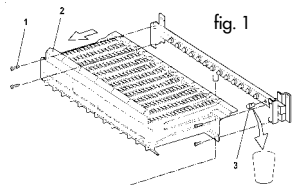

fig. 1
- Desaparafusar os parafusos de fixação (1) e remover o queimador (2) (fig. 1)
- Substituir todos os bûtidos (3) do queimador, com os bûtidos entregue com o conjunto de transformação averiguando que o diâmetro seja o previsto pela tabela em baixo e interpondo as juntas de estanqueidade.